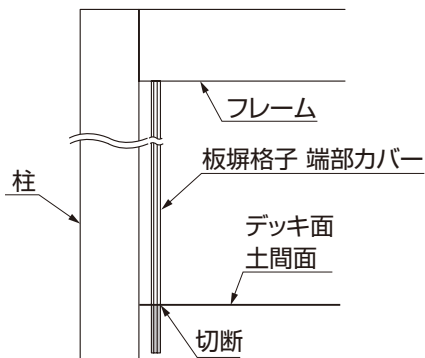

図6-1
- ベース施工の場合は、板塀格子 端部カバーを必要寸法に切断してください。(図6-1参照)